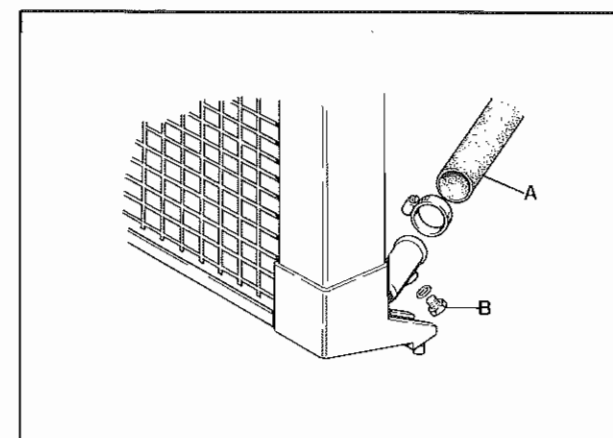

Fig. 9 - A - Tubo ritorno acqua
- Scaricare il liquido di raffreddamento dal tappo e smontare il tubo ritorno acqua (**Fig. 9**).
- Drain coolant through plug and disassemble water return tube (**Fig. 9**).